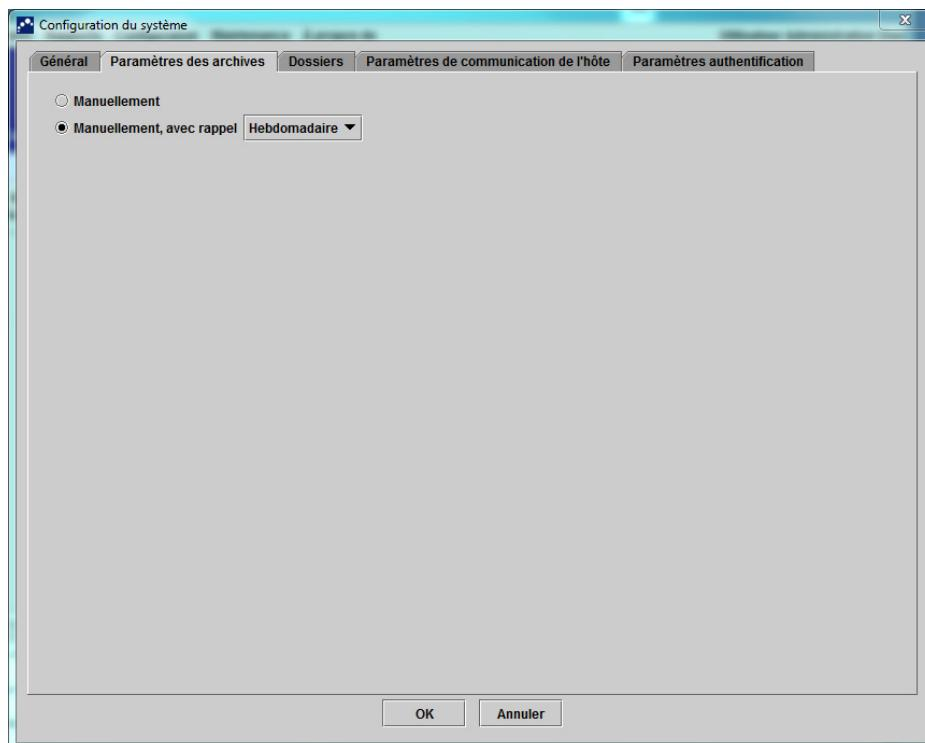

Figure 2-79. Boîte de dialogue Configuration du système (onglet Paramètres des archives)
2. Sélectionnez l'onglet **Paramètres des archives**. Les données de l'onglet **Paramètres des archives** s'affichent. Voir Figure 2-79.